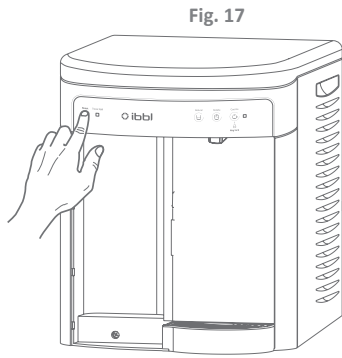

Fig. 17
- Pressionar a tecla RESET (individualmente) por 5 segundos, até a luz do LED trocar refil ficar piscando na cor vermelha por até 10 segundos, aguardando que seja confirmada a operação. Pressionar a tecla KEY LOCK (individualmente) para confirmar a operação. Se KEY LOCK não for acionado, a luz do LED voltará a ficar vermelha. Esta operação deve ser feita a cada troca de Refil (Fig. 17).